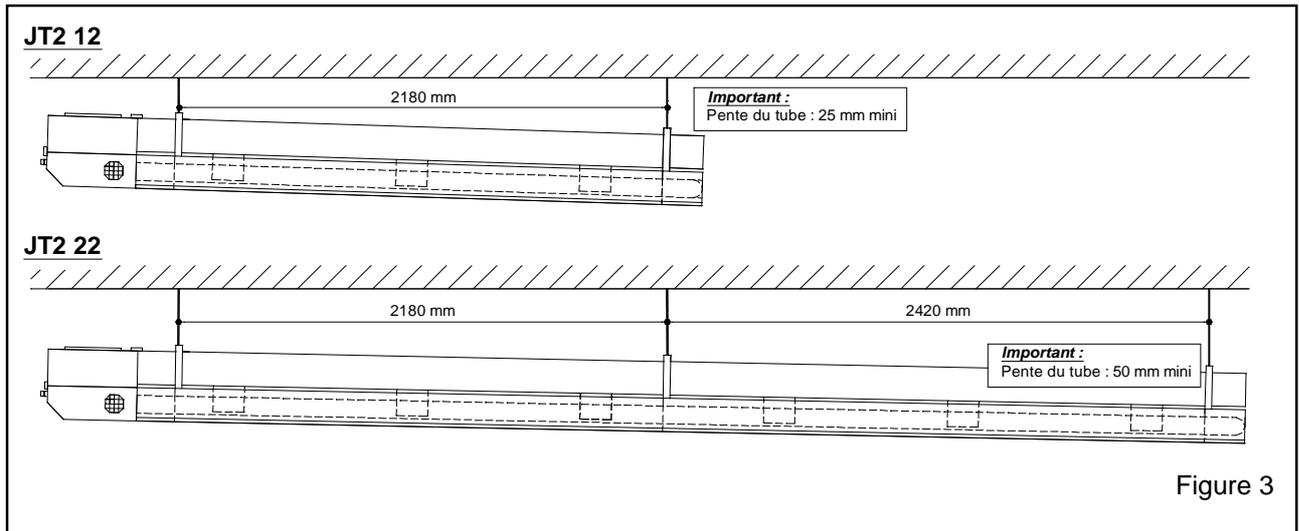

Figure 3
3.1 Montage de l'ensemble gaine/ventilateur (figure3)
- 5- Fermer les 2 attaches (11)